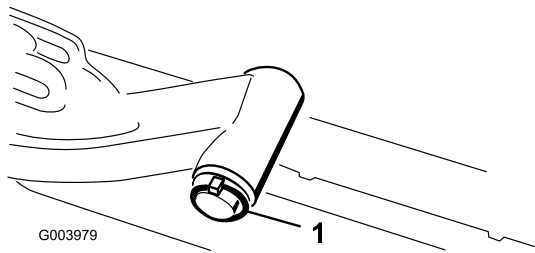

图12
- A. 拆下将提升臂枢轴固定至提升臂的保险销和垫圈将提升臂枢轴滑出提升臂图12。
- C. 将提升臂轴插入提升臂使用垫圈和保险销将其固定图12。